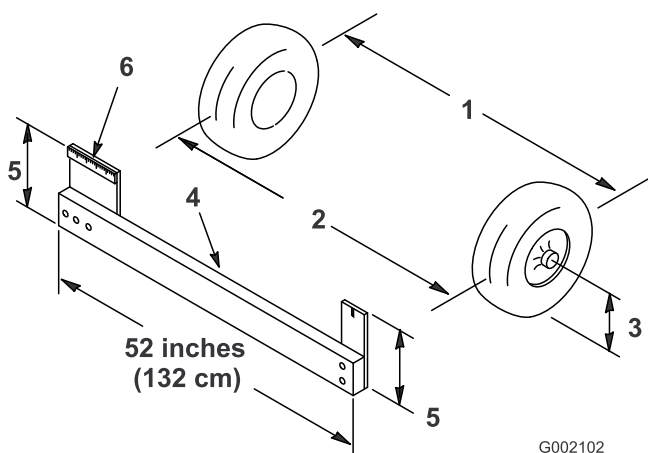

Bild 43
2. Messen Sie den Abstand zwischen beiden Vorderreifen auf Achshöhe (an der Vorder- und Rückseite der Vorderreifen) (Bild 43). Eine Messlehre ist für das hintere Maß der Vorderreifen auf Achshöhe erforderlich. Benutzen Sie das gleiche Maß für das genaue Vermessen der Vorderseite der Vorderreifen auf Achshöhe (Bild 43).